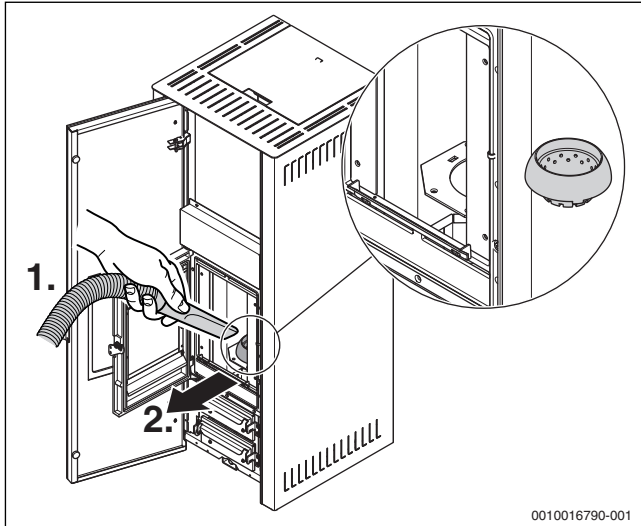

Bild 10 Asche entfernen
- ▶ Asche in der Brennerschale entfernen (→ Bild 10, 1.).
- ▶ Brennerschale aus dem Brennertopf nehmen (→ Bild 10, 2.).